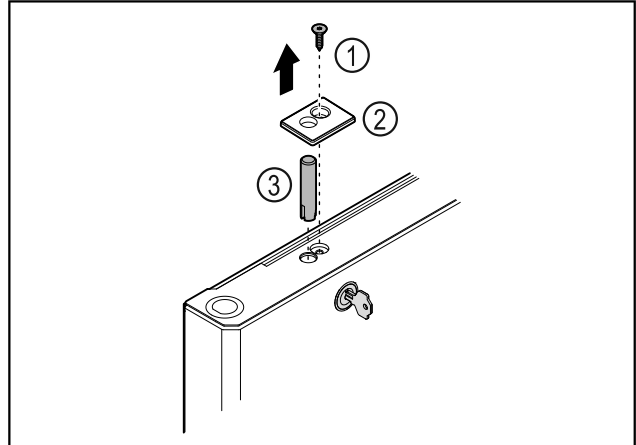

Fig. 42
- ▶ Vegye ki a csavart Fig. 42 (1).
- ▶ Pattintsa ki a burkolatot Fig. 42 (2) egy csavarhúzó segítségével, és vegye le.
- ▶ Húzza ki a zárkapot Fig. 42 (3).